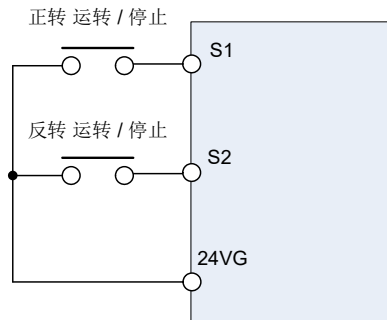

图 4.3.1 2 线式配线范例
- 2 线式控制如图 4.3.1 所示, 若 S1 及 S2 同时为开启, 时间超过 500 毫秒, 会显示警告 " EF9 (闪烁) FWD-REV error " 且变频器会停止。当该状况解除后, 变频器会回复正常操作。